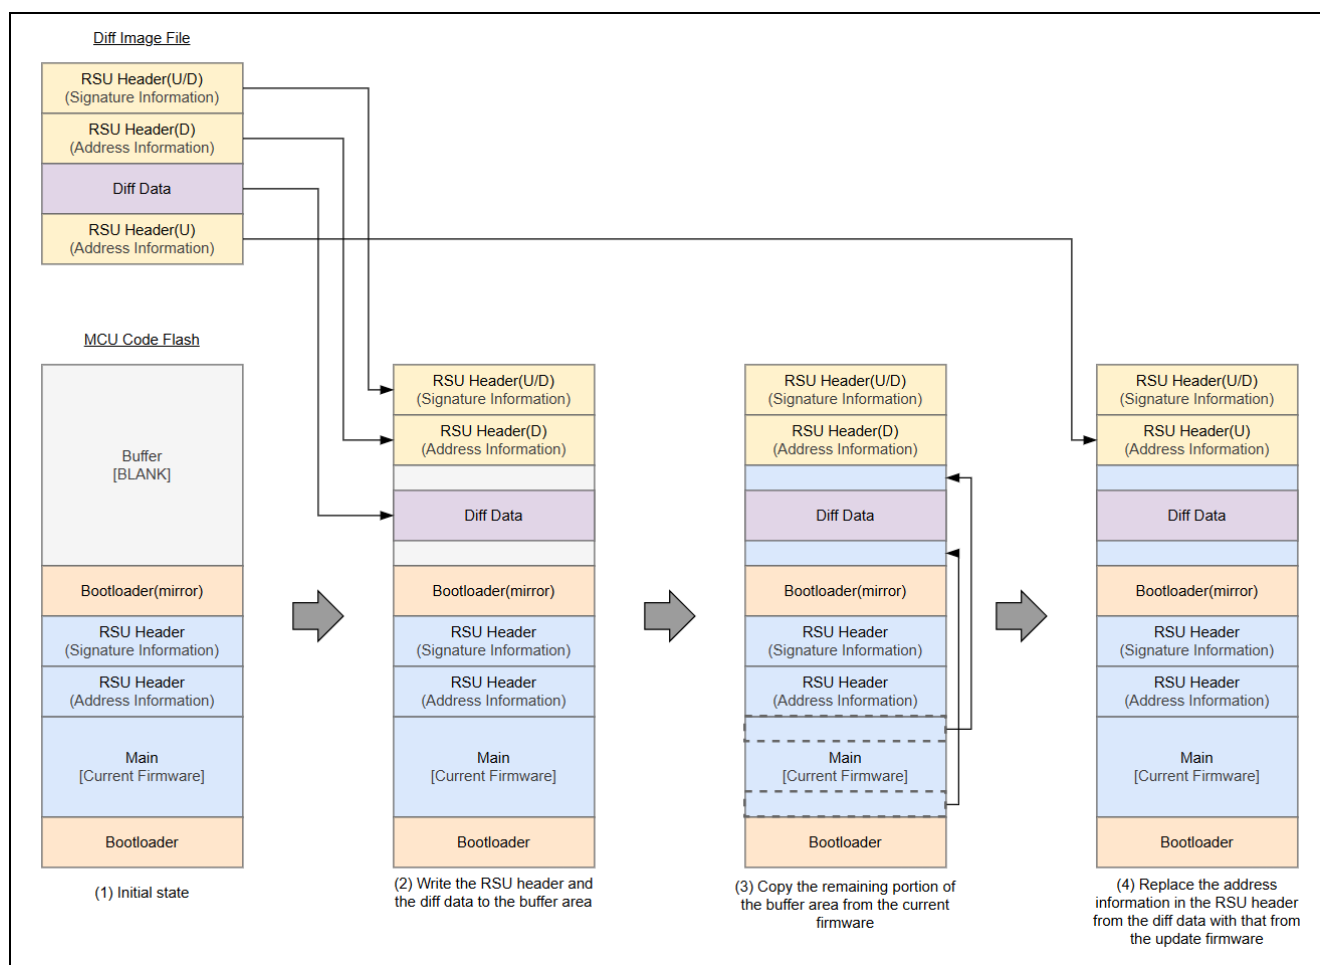
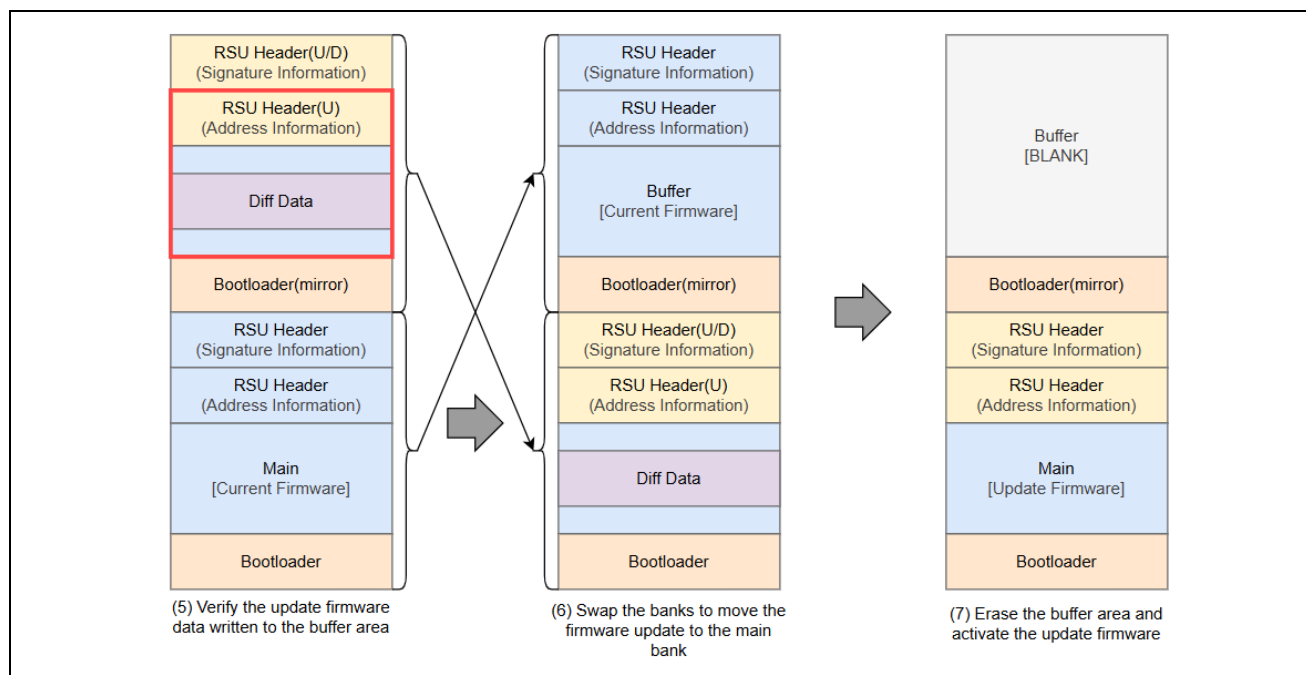

図 1-4 MCU での差分ファームウェア更新処理手順(1)
図 1-5 MCU での差分ファームウェア更新処理手順(2)
1.3 で作成した差分イメージを用いて差分ファームウェア更新を実行する処理手順を図 1-4、図 1-5 に示します。